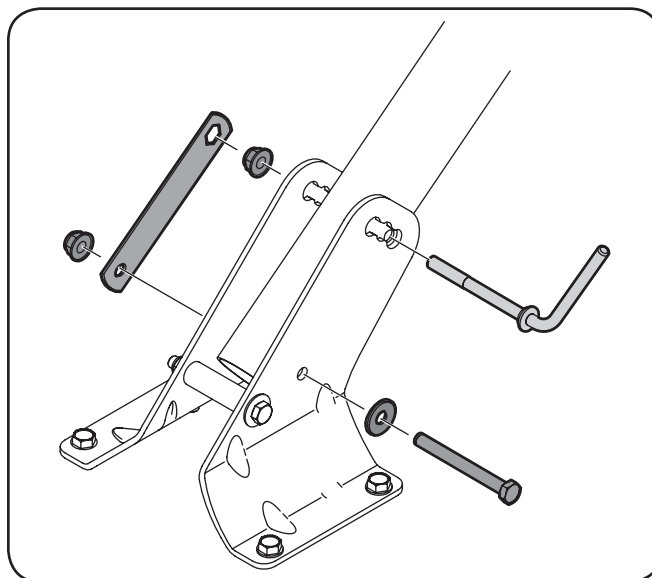

Figura 3-1
1. Instale la manija tal como se muestra en la Figura 3-1 con la varilla de manivela, el soporte de retención y las tuercas de seguridad hexagonales del paquete de elementos de ferretería.